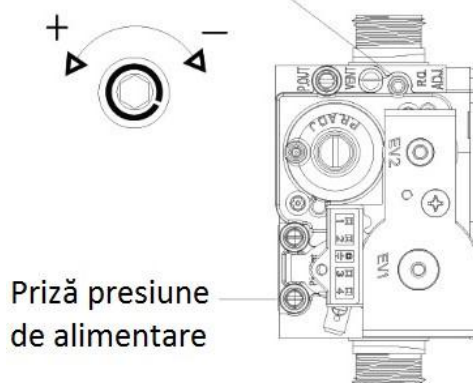

Fig. 26
- 3 - Măsurăți nivelul de CO2 (vezi tabelul cu valorile CO2) și reglați, dacă este necesar, cu ajutorul regulatorului de pe vana de gaz (fig.26).